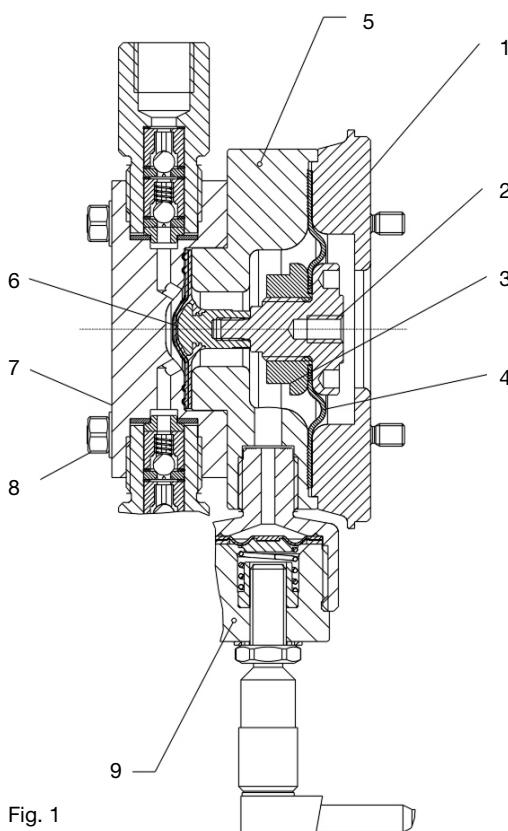

Fig. 1
L'unité de refoulement de la pompe doseuse EXBa avec signalisation de rupture de membrane possède, au lieu de seulement une membrane de travail, une membrane supplémentaire qui se compose d'une membrane de travail et d'une membrane de sécurité supplémentaire et qui est équipée d'un capteur de rupture de membrane (cf. fig. 1).
- Vissez jusqu'à la butée la membrane de sécurité en PTFE prémontée (2,3,4) (cf. fig. 1) sur la vis sans tête. Ce faisant, la douille d'entraînement doit être bloquée par une goupille métallique pour empêcher toute rotation et la douille intermédiaire (3) doit être serrée, en utilisant une clé à fourche de 24 d'ouverture, avec un couple de serrage de 4,5 à 5 Nm.
- Posez la rondelle intermédiaire (5) sur la rondelle de tête.
- Serrez la membrane de travail (6), des deux mains, sans forcer.
- Tournez la douille dans le boîtier à ressort (ce faisant, la membrane ne doit pas se détacher) jusqu'à ce que les trous de la membrane de sécurité PTFE (4) coïncident avec ceux dans le boîtier à ressort et de la rondelle de tête.
- Prémontez la tête doseuse (ne pas encore serrer à fond les vis de tête). Le raccordement d'aspiration de la tête doseuse (7) doit être dirigé vers le bas, à la verticale. Le trou de la rondelle intermédiaire (5) pour l'avertisseur de rupture de membrane (9) doit être dirigé vers le bas et vers la droite.
- Montez l'avertisseur de rupture de membrane (9) en même temps qu'avec la rondelle d'étanchéité PTFE : serrez-la fermement à la main.